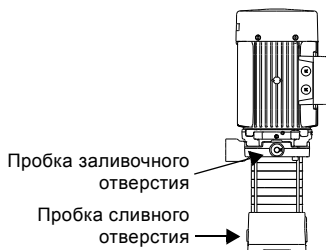

Рис. 4 Пробки в кожухе насоса
3. Открутите пробку заливочного отверстия. См. рис. 4.
Удалите пробку заливочного отверстия и сливную пробку. См. рис. 4.